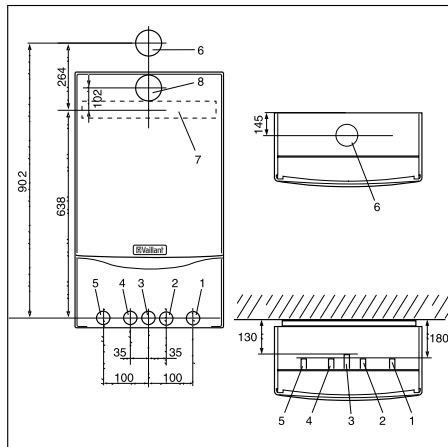

图 6.3 VUW 接口尺寸
6.3.1 VUW 壁挂炉管路接口的位置和尺寸(参见图 6.3 和表 6.3)